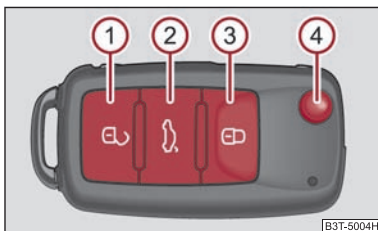

Abb. 37 Funkschlüssel
- Drücken Sie die Taste **2** ⇒ Abb. 37 etwa 0,5 Sekunden lang. Weitere Informationen ⇒ Seite 46.
- Drücken Sie die Taste **2** ⇒ Abb. 37 etwa 1 Sekunden lang. Weitere Informationen ⇒ Seite 46.
- Drücken Sie die Taste **2** ⇒ Abb. 37 etwa 1 Sekunden lang. Weitere Informationen ⇒ Seite 48.